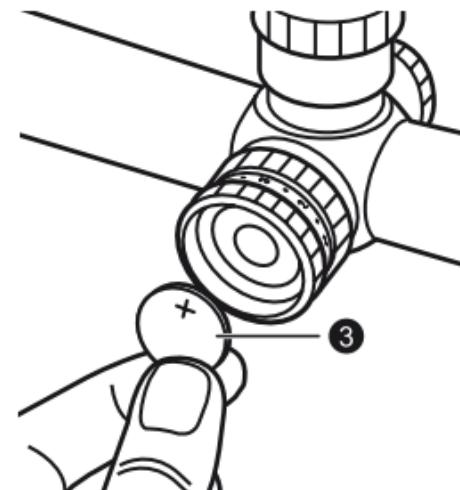

Рис. 3-2
- ② Вставьте одну литиевую батарею напряжением 3 В ③ в отсек таким образом, чтобы положительный контакт батареи (+) был направлен вверх (Рис. 3-2).
- ③ Установите крышку на место и поверните ее по часовой стрелке с помощью открывающего устройства для крышки батарейного отсека до полного затягивания.